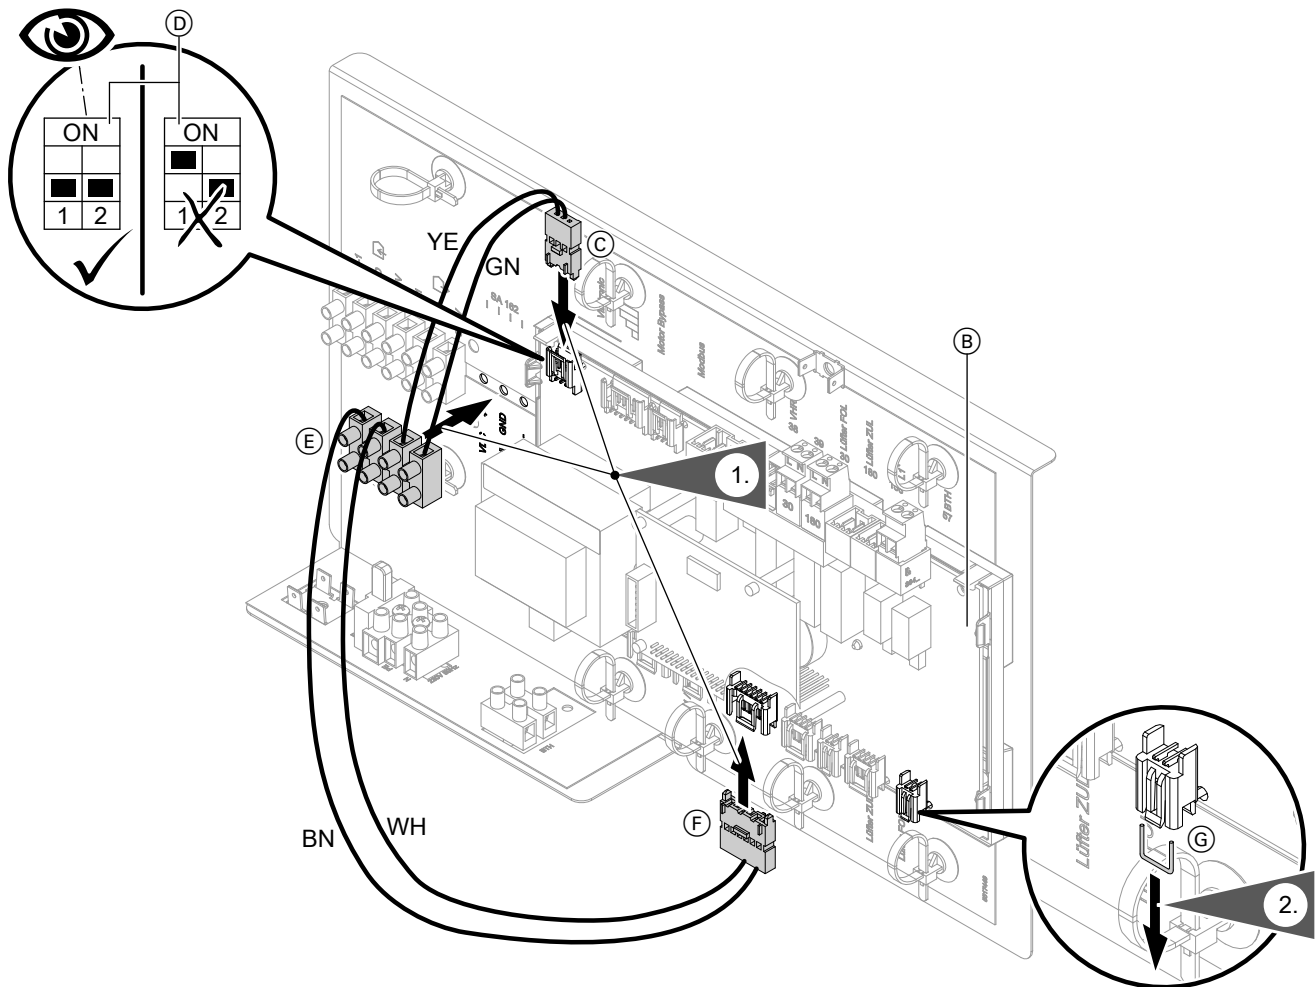

Abb. 2
- Steckbrücke ⑥ entfernen.
- Codierschalter ④ gemäß Abb. 2 einstellen.